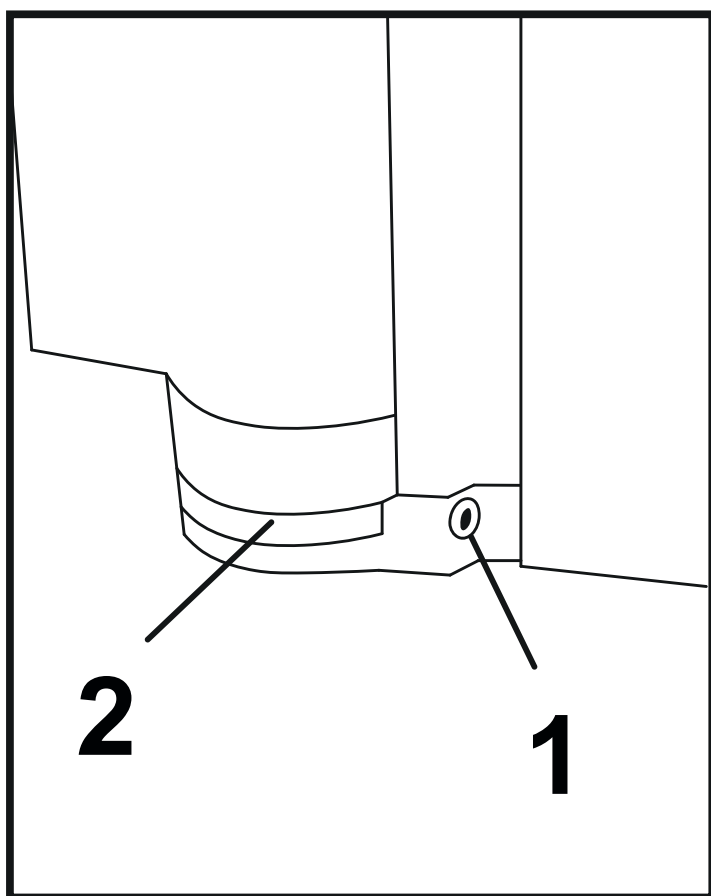

Abbildung 17
16. Um das Monoscharnier einzustellen, lösen Sie die beiden Unterlegscheiben-Befestigungsschrauben (1) mit dem mitgelieferten Sechskantschlüssel um einige Umdrehungen. (Abbildung 17)
17. Schieben Sie das Glas (2) an die gewünschte Position, an der Sie die Tür befestigen möchten.
18. Wenn sich das Glas (2) in der gewünschten Position befindet, ziehen Sie die Befestigungsschrauben der Unterlegscheibe (1) fest.